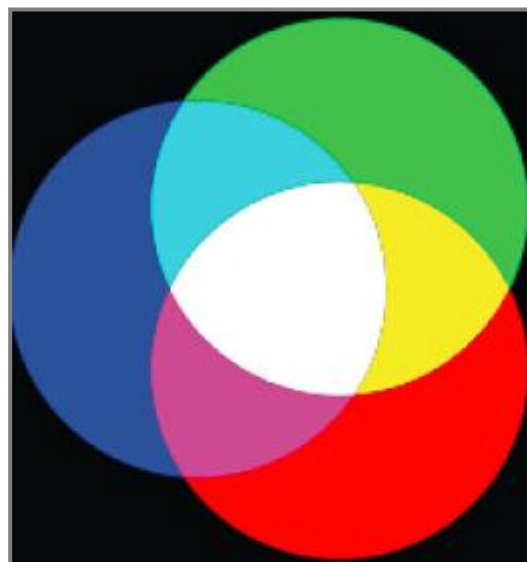

图 1 相加混色圆图
自然界中人眼所能观察到的绝大多数颜色，都可以由三种相互独立的基本颜色按一定的比例混合得到；相反，自然界中的任意一种颜色又可以被分解为不同比例的相互独立的三种基色。所谓“相互独立”的三基色，是指三中基色中的任意一种颜色都不能由其他两种颜色混合产生，即三基色线性无关。国际照明委员会 CIE (International Commission on Illumination) 建立一套界定和测量色彩的技术标准。CIE 规定了红基色 (R) 的波长为 700 nm，绿基色 (R) 的波长为 546.1 nm，蓝基色的波长为 435.8 nm；它们的相对视敏函数分别为 0.0041、0.975、0.0173。在 RGB 颜色模型中，红绿蓝三基色按照不同的比例相加合成混色称为相加混色。三基色之间的比例，直接决定混合色的色调和色饱和度，混合比例相同时，色调是相同的。图 1 为将三种不同亮度的基色光同时投射到一个表面上合成不同彩色。